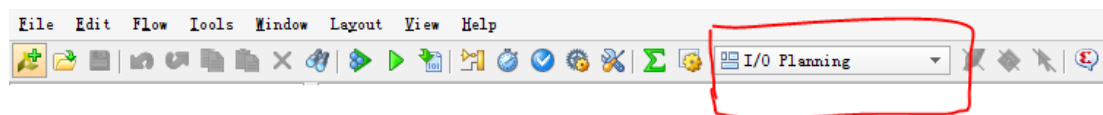

图 2-16 Vivado 标签栏
- 2) 在 Vivado 标签栏中，将界面调整到 I/O PLANNING，如图 2-16。